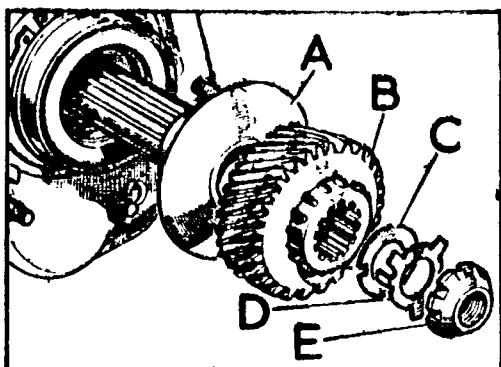

Fig. C-94 Piñón de toma constante para la caja reductora
- 1.4. Retirar la arandela de fijación, D (Fig. C-94), la arandela suplemento, C, el piñón de la toma constante, B y el deflector de aceite, A.
- 2.4. Situar el deflecto de aceite, A (Fig. C-94) en su sitio, alojando el manguito en el retén de aceite.
- 2.5. Instalar el piñón de la toma constante, B (Fig. C-94), la arandela suplemento, C, una nueva arandela de fijación, D y la tuerca especial, E.